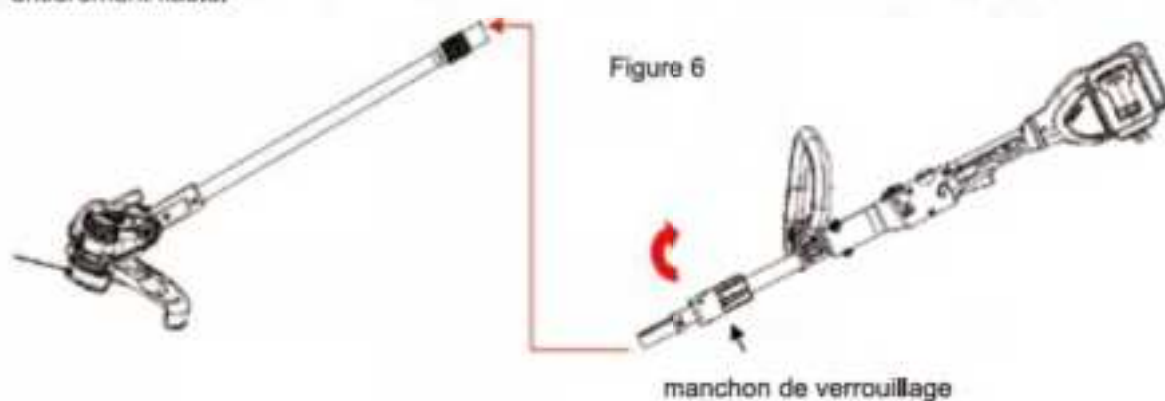

Figure 6
- Reliez les tubes d'aluminium supérieur et inférieur dans la direction indiquée par les flèches de la figure 6.
- Faites tourner le manchon de verrouillage dans le sens de la flèche de la figure 6 jusqu'à ce que le verrouillage soit entièrement fiable.